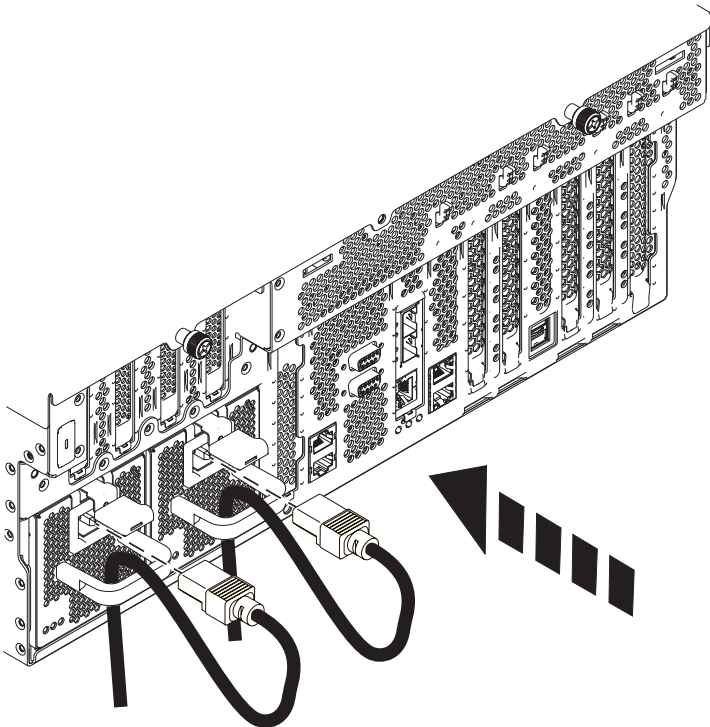

Figure 4. Acheminement du câble d'alimentation
6. Faites passer le câble d'alimentation dans le passe-câbles à l'arrière de l'alimentation électrique, comme indiqué à la figure 4.